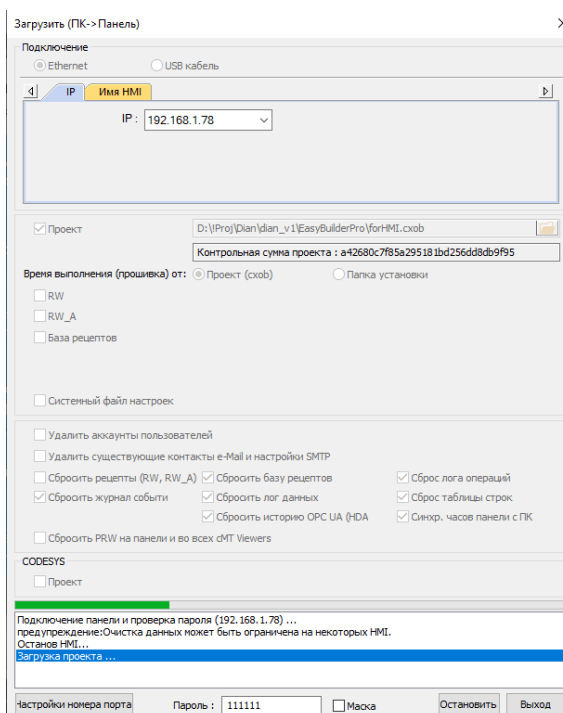

Рисунок 4.14 – Процесс загрузки прикладного ПО
8. После нажатия кнопки «Загрузить», начнется процесс загрузки прикладного ПО в ПЛК БС и панель оператора (рисунок 4.14).